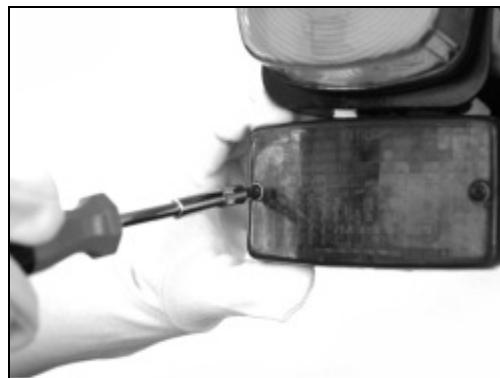

Fig. 139
1. Quite los tornillos (Fig. 139)